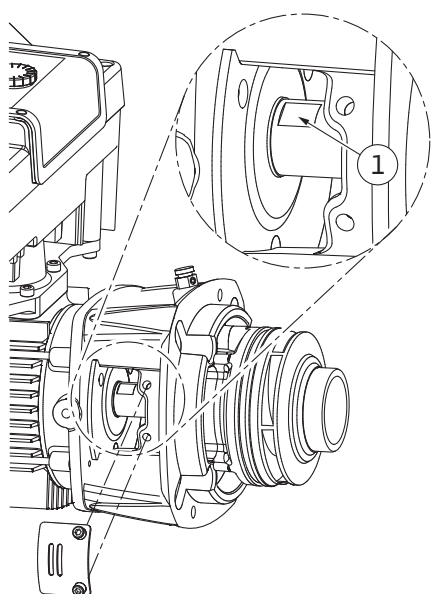

Fig. 110: Atslēgas virsmas uz vārpstas
14. StarpkorpUSA lodziņā ievietojiet uzgriežņu atslēgu (SW22 mm) un pieturiet vārpstu ar atslēgas virsmām (Fig. 110, 1. poz.). Izskrūvējiet darba rata uzgriezni (Fig. I, 22. poz.). Darba rats (Fig. I, 21. poz.) tiek automātiski novilkts no vārpstas.
3. Starpkorpusa lodziņā ievietojiet uzgriežņu atslēgu (SW22 mm) un pieturiet vārpstu ar atslēgas virsmām (Fig. 110, 1. poz.).
10. Starpkorpusa lodziņā (Fig. IV, 38. poz.) ievietojiet uzgriežņu atslēgu (SW32 mm) un pieturiet vārpstu ar atslēgas virsmām (Fig. 110, 1. poz.). Piemontējiet darba ratu ar paplāksni(-ēm) un uzgriezni. Pievelciet uzgriezni. Raugiet lai mehāniskais blīvslēgs nesagrieztos un netiktu bojāts.